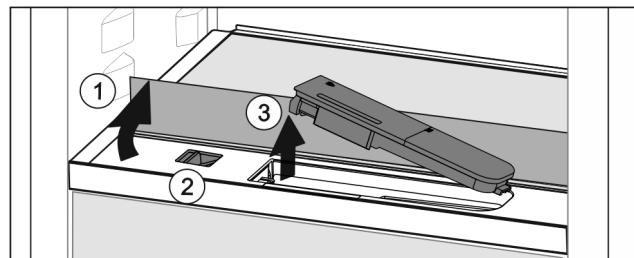

Fig. 145
- Поднять стеклянную панель и откинуть до упора назад Fig. 145 (1).
- Сдвиньте ползунок Fig. 145 (2) влево.
- Вынуть бак для воды Fig. 145 (3).